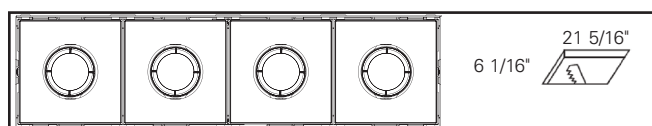

Figure 1.12.
- 4 lumières : 541,34 x 154 mm (21 5/16 x 6 1/16 po) (Figure 1.12)